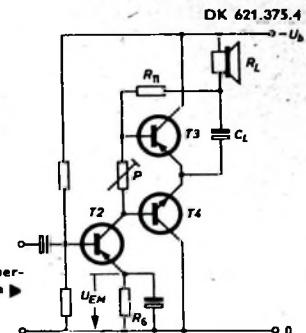

Bild 2. Prinzipschaltung der Treiberstufe und der Komplementär-Endstufe
Die Prinzipschaltung der End- und Treiberstufe zeigt Bild 2. In der Endstufe (T_3 und T_4) sind die komplementären Endstufen-Transistoren gleichstrommäßig in Reihe geschaltet. Die Endstufen-Transistoren arbeiten in Collectororschaltung, da die Steuerspannung für die Endstufen-Transistoren zwischen den Basis- und Collectoranschlüssen (P ist vernachlässigbar) zugeführt wird. Der Arbeitswiderstand (L) liegt in Reihe mit dem Kondensator C_L zwischen den Emitteranschlüssen und dem negativen Batterieanschluß. Bedingt durch die Collector-